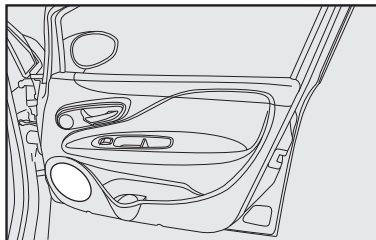

fig. 101
- alto-falantes nas portas dianteiras **fig. 101**.